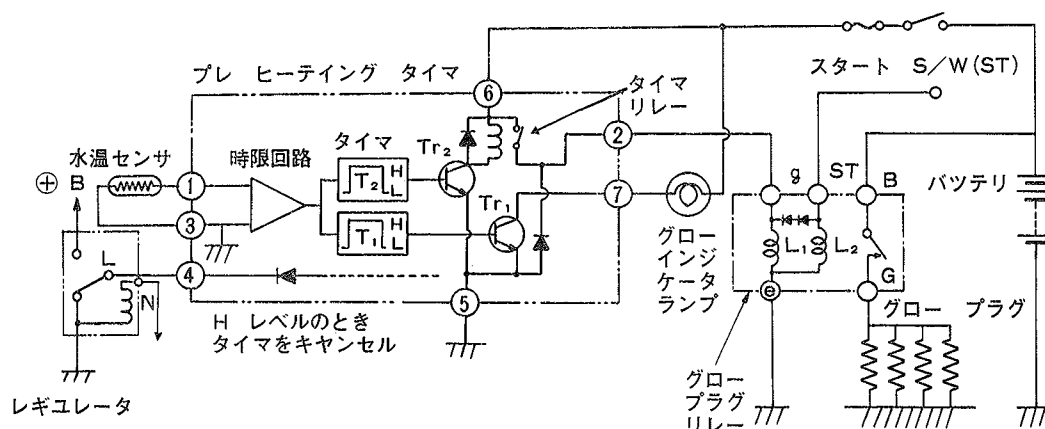

図4-281 K-L S, K-L X, K-L H系の予熱回路〔理論作動図〕
1. 上の配線図は S .54.11以降の車両の予熱回路であるが、図4-281と比較しながら作動を考えてみよう。
この点灯から消灯までの時間がグロー プラグ、グロー プラグ リレー部分等で短絡とか断線した場合にどのように変化するか、図4-281等を参照して考えてみよう。